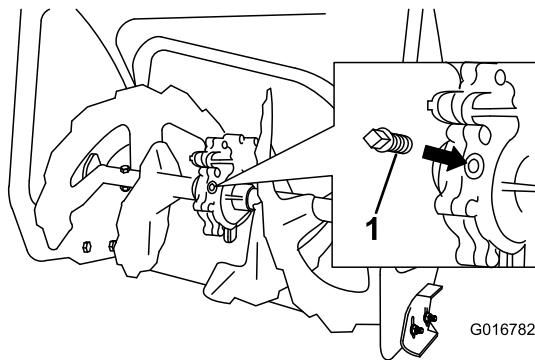

Figure 40
- Nettoyez la surface autour du bouchon de tuyau (Figure 40).